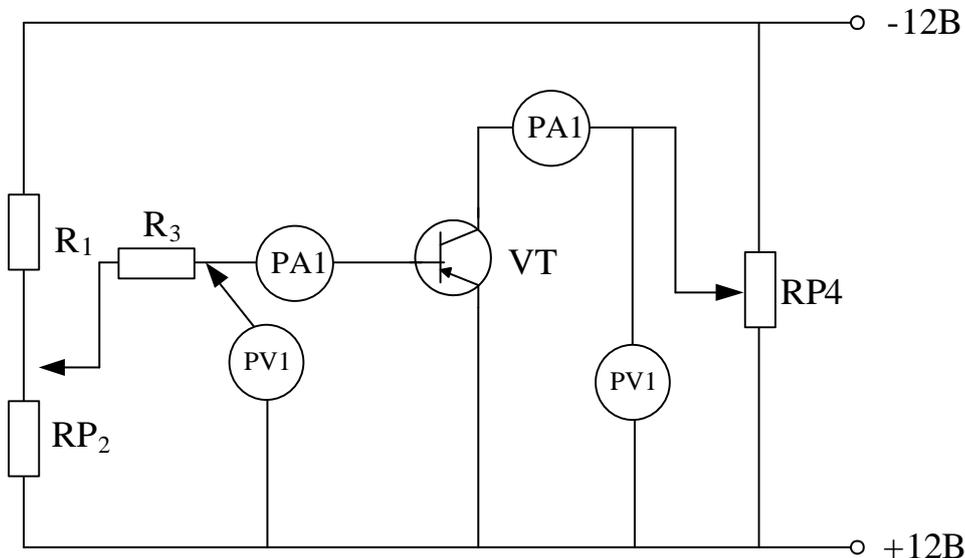

Рисунок 16.
3.4.1. Лабораторная работа проводится на панели №1. Следует ознакомиться с установкой для снятия статических характеристик транзистора, включенного по схеме с общим эмиттером (рис. 16), записать тип и паспортные данные исследуемого транзистора, а также технические данные используемых в работе измерительных приборов.